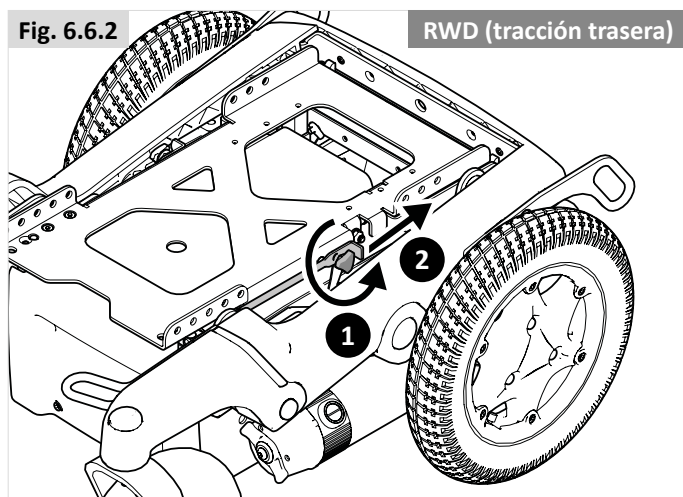

Fig. 6.7
- Verifique que el asiento esté asegurado con la varilla de seguridad en su lugar, antes de soltarlo (Fig. 6.7 Delantero - Figura 6.8 Trasero).